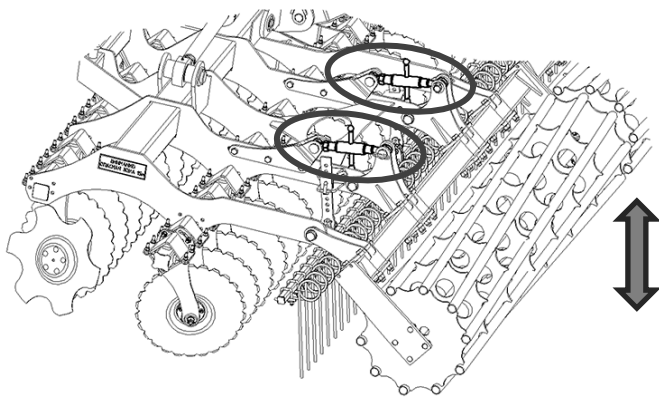

Рисунок 9 – Регулировка глубины обработки
6.1 Для транспортировки боковые секции агрегата необходимо сложить в транспортное положение с помощью гидравлической системы, затем зафиксировать крылья страховочным талрепом (рисунок 9).
Глубина обработки агрегата регулируется путем вращения талрепов влево или вправо, благодаря чему поднимается или опускается задний каток машины (рисунок 9).